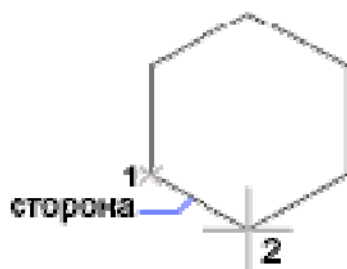

Рис. 3.63 Построение многоугольника по заданному ребру
Ребро – задание первой конечной (1) и второй конечной (2) точек одного из ребер (сторон) многоугольника (рисунок 3.63).